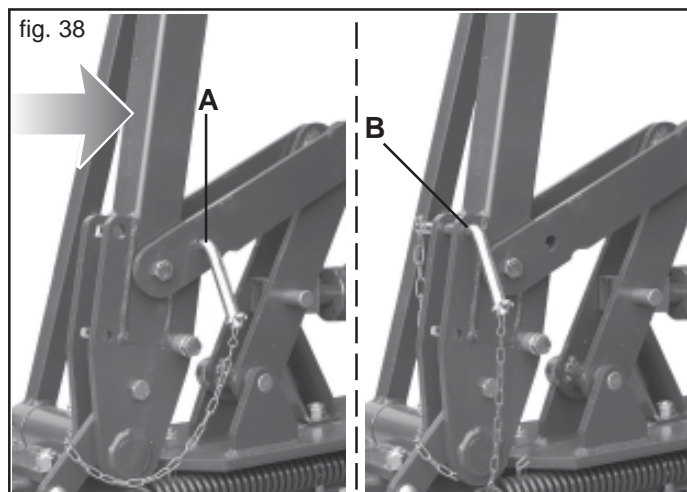

fig. 38
Prima di azionare l'impianto idraulico del marcafile, con la mano esercitare un leggera pressione sul braccio marcafile nel senso della freccia (Fig. 38), quindi sganciare le sicurezze previste su entrambi i bracci (A Fig. 38), posizionandole come indicato in Figura 38 (B). Durante gli spostamenti stradali, bloccare con le sicurezze previste i bracci marcafile (A Fig. 38) in posizione verticale.
- Sganciare le sicurezze (Fig. 38) ed aprire manualmente i bracci segnafile fino ad appoggiarli al suolo.